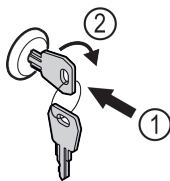

Fig. 105
- ▶ Πιέστε μέσα το κλειδί Fig. 105 (1).
- ▶ Περιστρέψτε το κλειδί 90° δεξιόστροφα Fig. 105 (2).